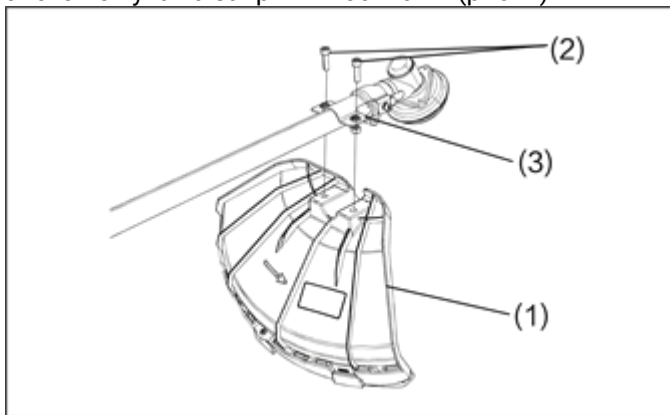

Рисунок 4. Схема встановлення захисного кожуха на «штангу».
1. Для роботи дисковим ножом з лезами встановити захисний кожух без додаткового кожуха та закріпити болтами (рис. 4).